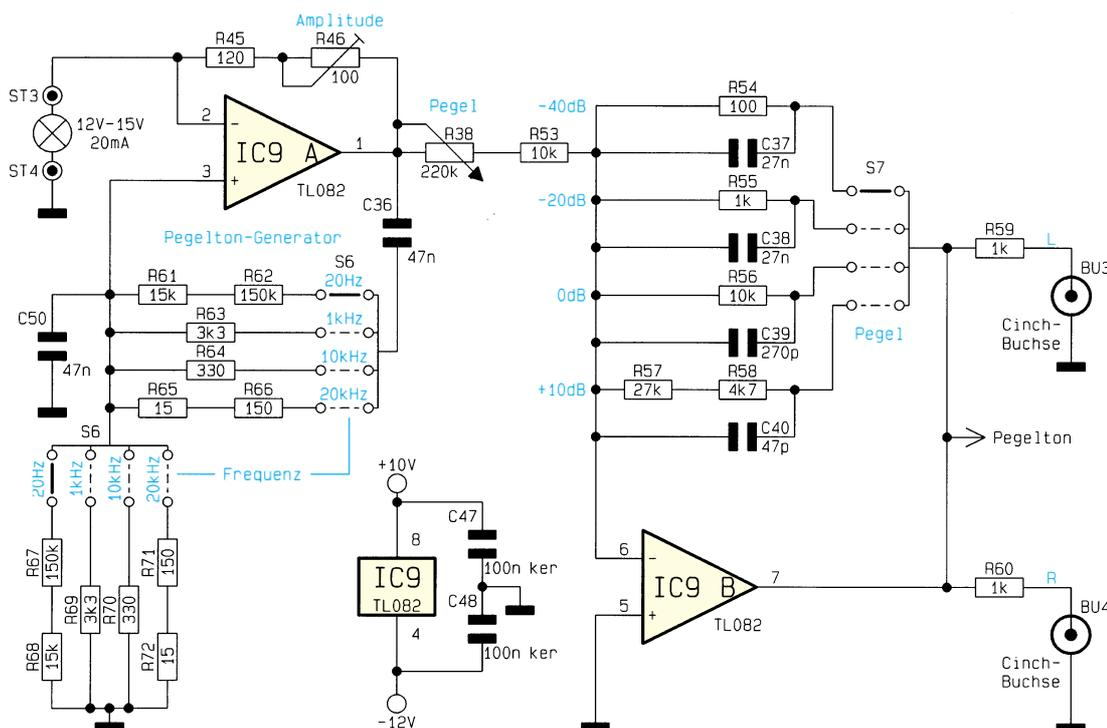

Bild 3: Schaltbild des Pegeltongenerators
- Bild 3: Pegelton-Generator
Pegeltongenerator (Bild 3)
Die Schaltung des im Signalverfolger integrierten Pegeltongenerators ist in Abbildung 3 zu sehen. Um eine möglichst klirrarmer Sinusschwingung zu erhalten, arbeitet die Schaltung als Wien-Robinson-Generator. Nur bei einer einzigen Frequenz wird die Phasenverschiebung des im Mitkopplungszweig liegenden Hochpasses (C 36, R 61 - R 66) durch den mit C 50 und R 67 bis R 72 aufgebauten Tiefpaß aufgehoben. Bei dieser Frequenz ist dann die Phasenbedingung erfüllt, und der Generator schwingt. Durch Umschalten der Widerstände im Hochpaß und im Tiefpaß (S 6) sind vier markante Audiofrequenzen selektierbar.